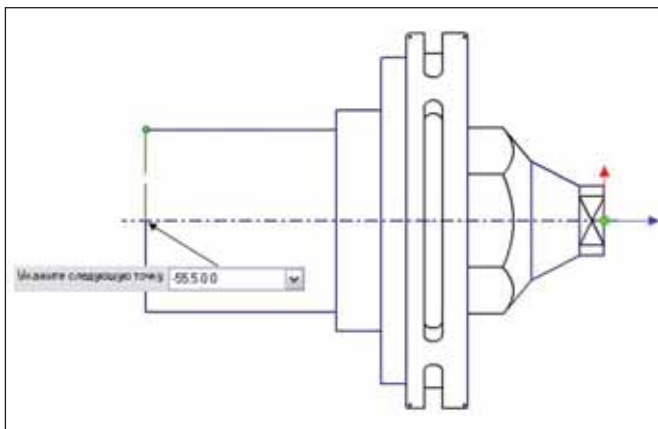

Рис. 26
**Шаг 28.** Выбираем в рабочем поле *Тип обработки* стратегию *Отрезка* и задаем ее параметры (рис. 26).